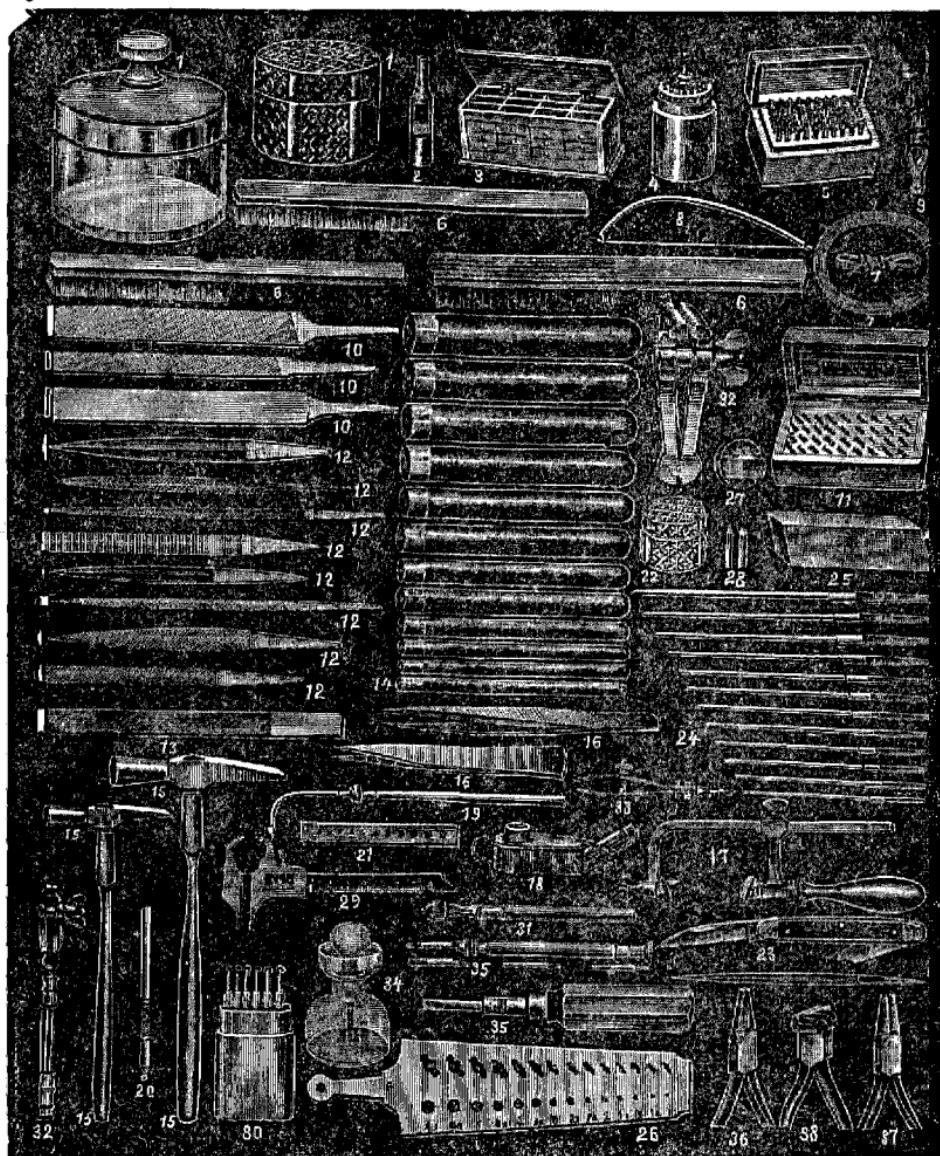

Рис. 61. Инструменты для крупной часовой работы.
5. Необходимые инструменты для крупной часовой работы (рис. 61)